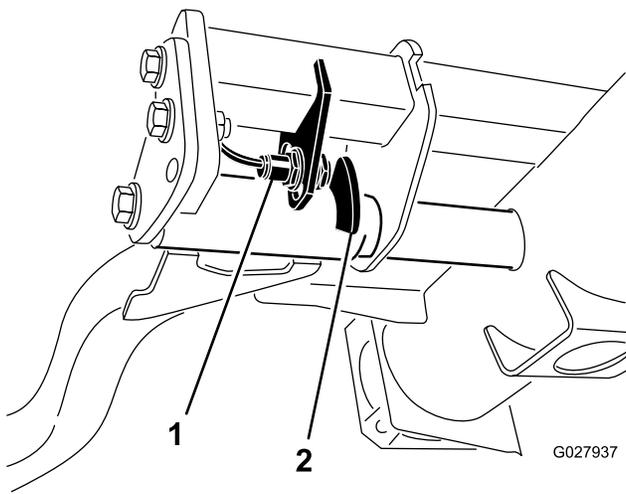

図 67
2. 昇降アームのスイッチは、油圧のメインタンクの下にある右前昇降アームの後ろ側に装着されている図 67。
3. スwitchの取り付けねじをゆるめ、スイッチの位置を下げると、昇降アームの旋回高さが高くなり、上げると、昇降アームの旋回高さが低くなる図 67。